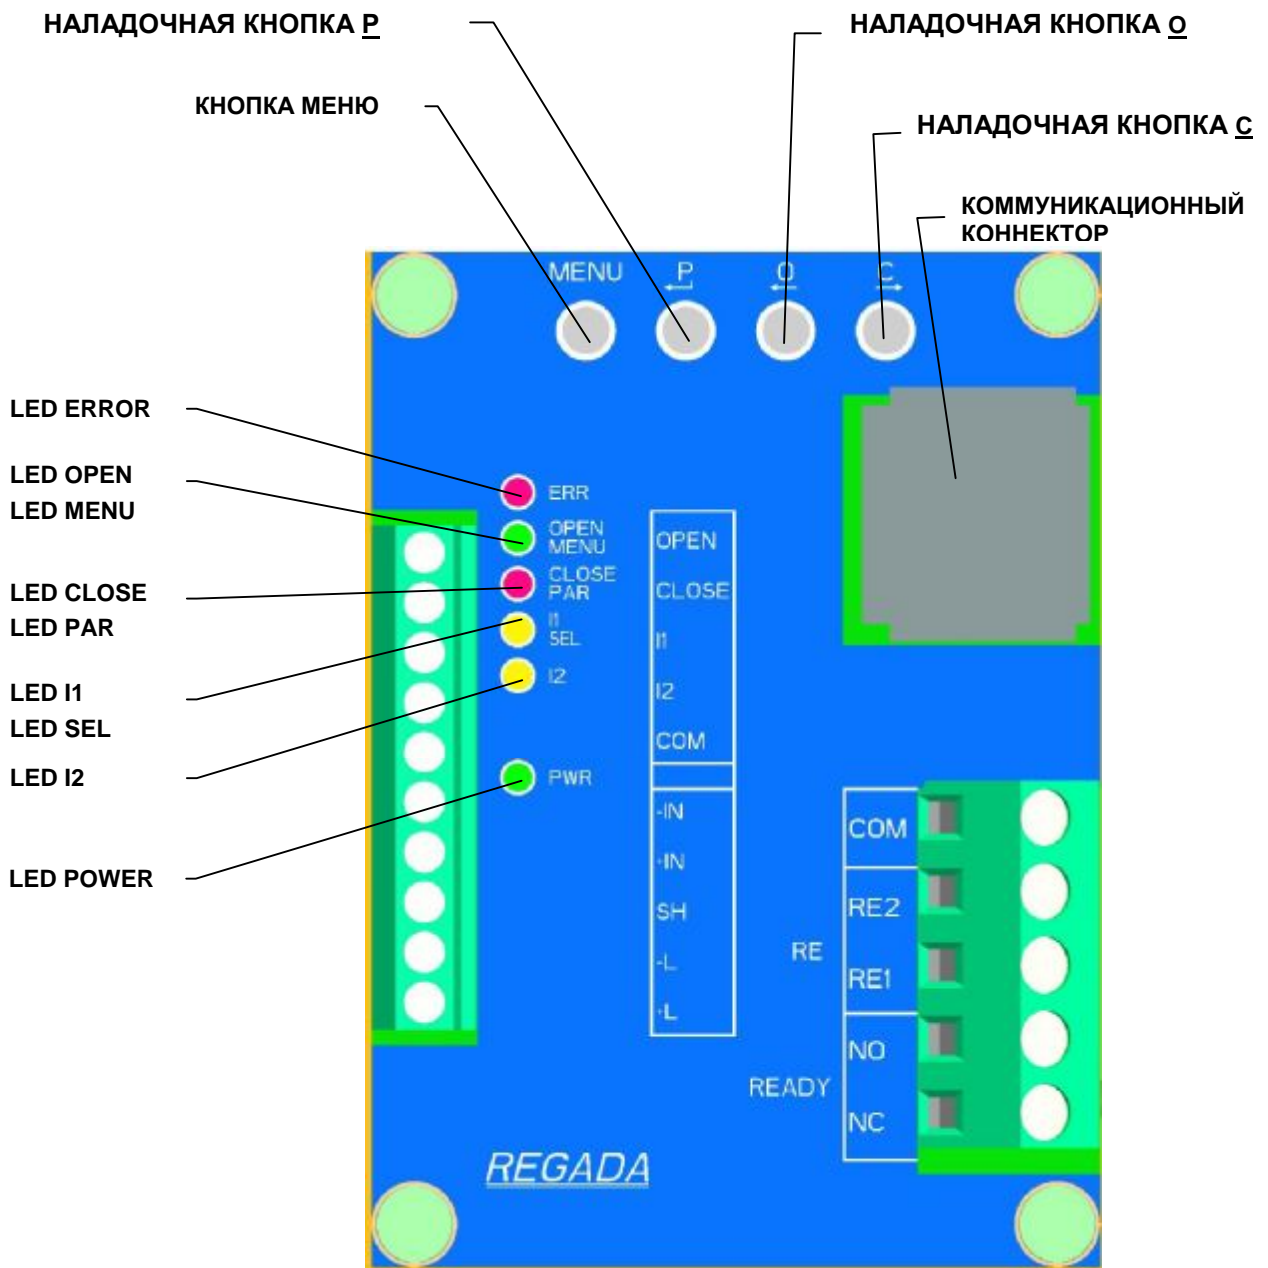

Рис. 7
Установка осуществляется на механически и электрически присоединенном ЭП. Данная глава описывает настройку ЭП на параметры, которые заказчику позволяет программная оснастка. Размещение элементов настройки доски управления указано на Рис.7.
- через кнопки блока управления (**Рис.7**)
- 6 сигнальными диодами (LED диоды) по **Рис. 7**